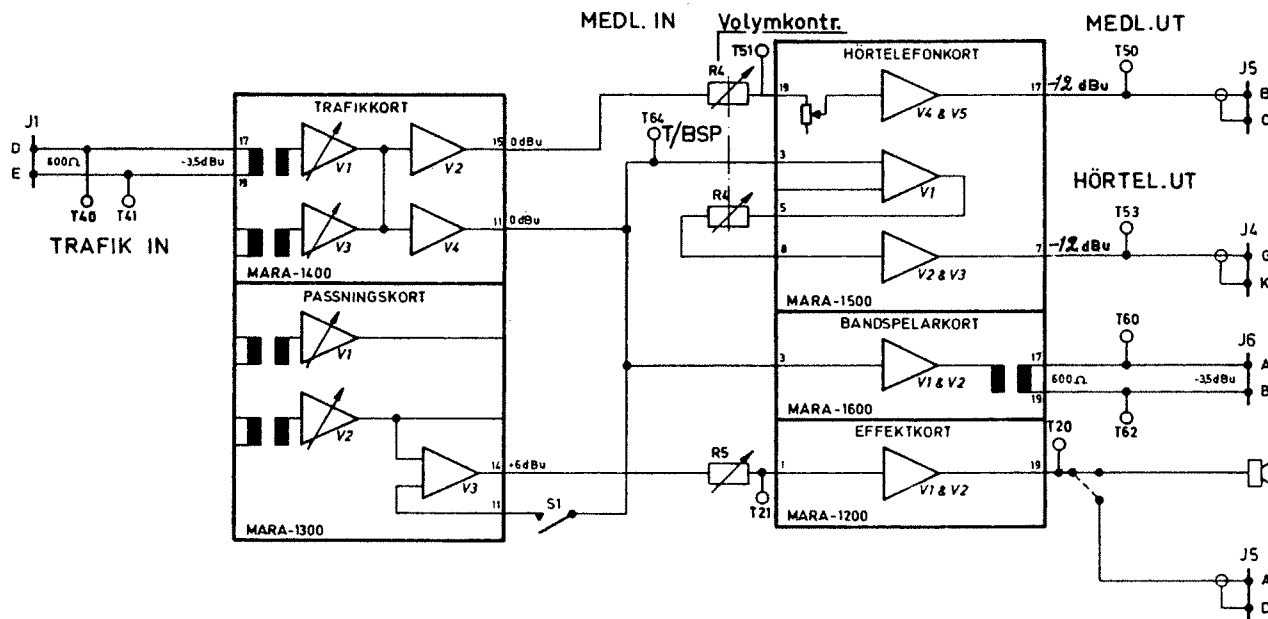

Bild 27. Blockschema BEE trafik
6.4.3.1 Denna kontroll utförs när nivåkontroll enligt avsnitt 6.4.2 har utförts. URI-metern ska vara ansluten till betjäningenshetens mätuttag T53 HÖRTEL UT och T90 ⊥ . Se bild 27 och 28.
6.4.4.2 Anslut nivåmetern till betjäningenshetens mätuttag T50 MEDL UT och T90 ⊥ , se bild 27 och 28.